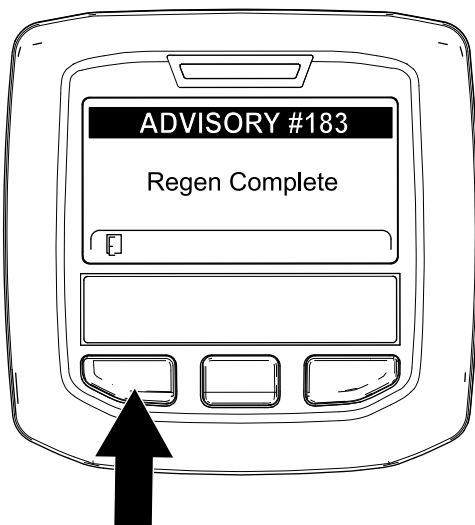

図 65
- 駐車再生やりかばり再生が終了すると、インフォセンターにアトバイスNo. 183 が表示される 図 65。左ボタンを押してホーム画面に戻る。